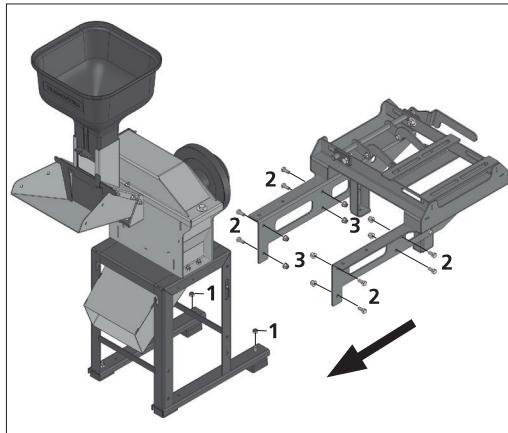

Fig. 01
### 1. Inicie a montagem removendo as porcas (1) dos coxins traseiros da base do triturador, e então encaixe os furos dos pés do suporte do motor no parafuso do coxim [Fig. 01].
1. Start assembly by removing the nuts (1) from the rear cushions of the shredder base and then fit the holes of the engine support feet in cushion screws [Fig. 01].
1. Inicie el montaje retirando las tuercas (1) de los cojines traseros de la base del triturador, y luego encaje los agujeros de los pies del soporte del motor en el tornillo del cojin [Fig. 01].
**2. O suporte do motor possui pontos de fixação dimensionados para o acoplamento da base do triturador e do motor. O suporte deverá ser posicionado de tal forma que seus furos coincidam com os da base do triturador, e fixado com os parafusos M8 (2) e porcas (3), sendo que a saída inferior do triturador deverá ficar para o lado contrário do motor [Fig. 01]. O motor deverá ser fixado com as polias alinhadas. Para os modelos de trituradores anteriores a 2023, é necessário realizar as furações na base do triturador.**
2. The support has fixing points sized for coupling the shredder and engine support. The shredder base must be positioned in such a way that its holes coincide with those of the shredder base, and fixed with the M8 screws (2) and nuts (3), the lower outlet must be on the opposite side of the engine [Fig. 01]. The engine must be fixed with the pulleys aligned. For shredder models prior to 2023, it is necessary to drill holes in the shredder base.
2. El soporte de motor posee puntos de fijación diseñados para el acoplamiento de la base del triturador y del motor. Ubicala el soporte de modo tal que los orificios coincidan con los de la base del triturador y se fije con los tornillos M8 (2) y las tuercas (3), siendo que la salida inferior debe quedar hacia el lado contrario del motor [Fig. 01]. Fijar el motor con las poleas alineadas. Para los modelos de trituradores anteriores al año 2023, es necesario realizar las perforaciones en la base del triturador.